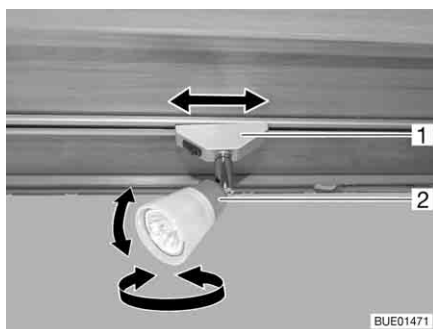

Fig. 24 Faretto
- Afferrare l'involucro (Fig. 24,2) e girarlo.
*Posizionamento:* ■ Afferrare il supporto (Fig. 24,1) e ruotarlo di circa 45°.
*Smontaggio:* ■ Afferrare il supporto (Fig. 24,1) e ruotarlo di 90°.